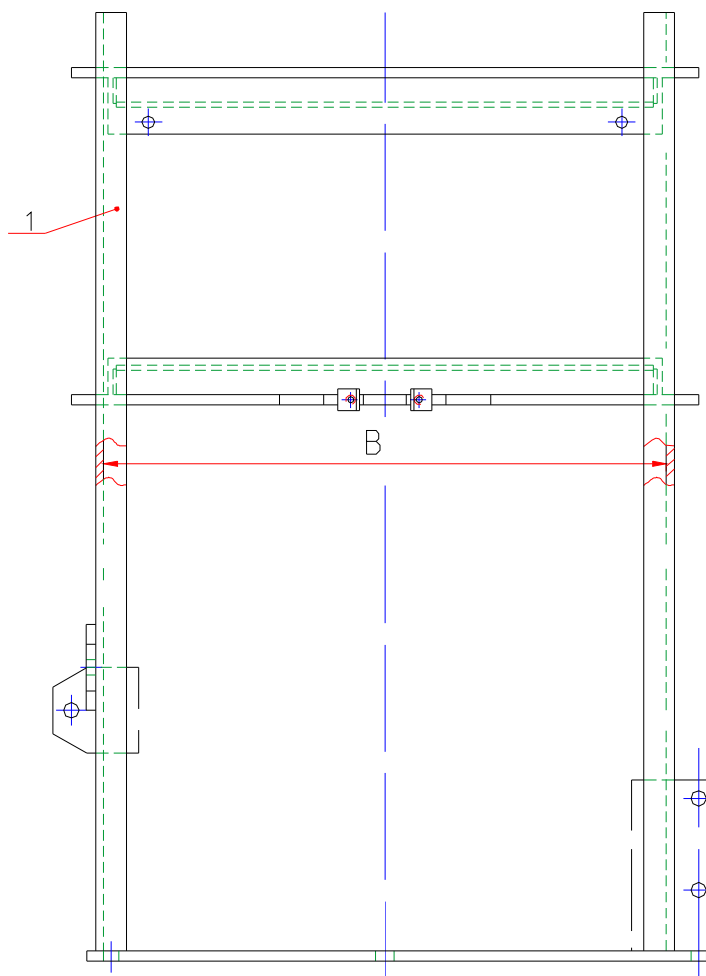
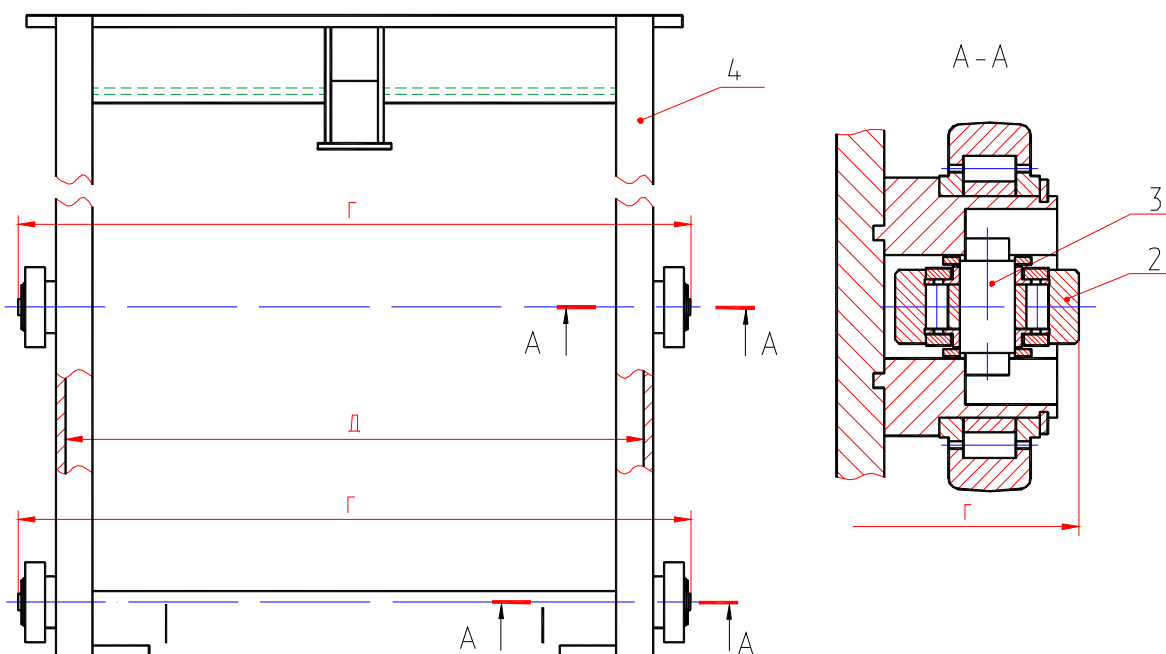
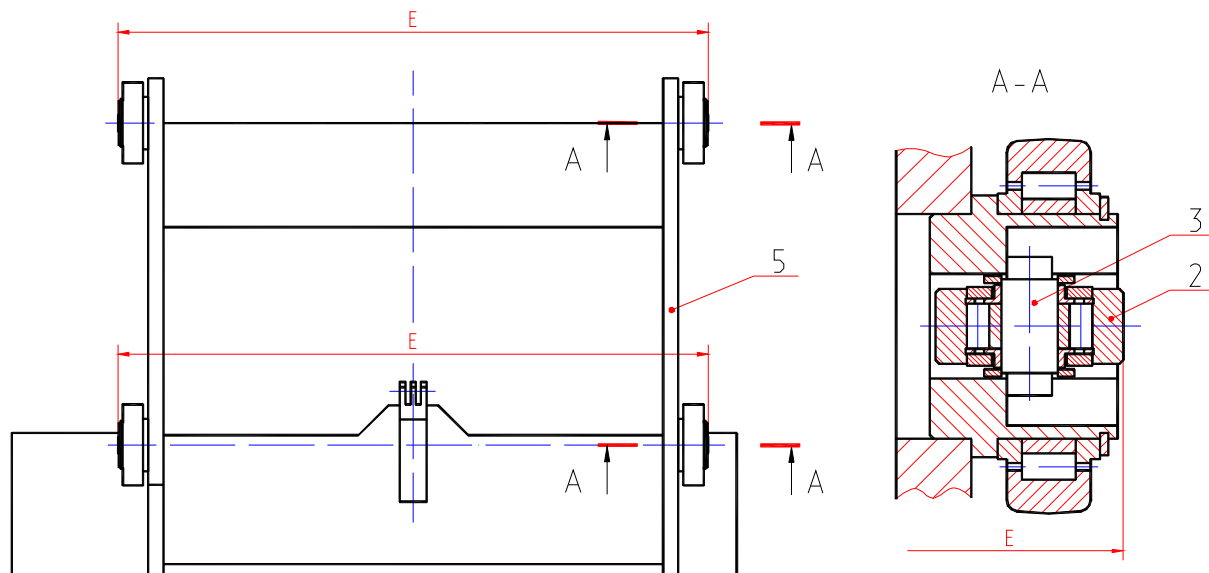

Рис.14 Металлоконструкция основной рамы
Рис.15 Рама выдвигная
Рис.16 Подкабинник
2. Определить минимальный размер «В» между внутренними поверхностями стенок металлоконструкции основной рамы 1 (рис. 14).
3. Установить на выдвижной раме 4 (рис. 15) размер «Г» по подшипникам 2, который должен быть не более чем на 1 мм меньше размера «В» основной рамы (рис. 14).
4. Определить минимальный размер «Д» между внутренними поверхностями стенок рамы выдвигной 4 (рис. 15).
5. Установить на подкабиннике 5 (рис. 16) размер «Е» по подшипникам 2, который должен быть не более чем на 1 мм меньше размера «Д» (рис. 15).